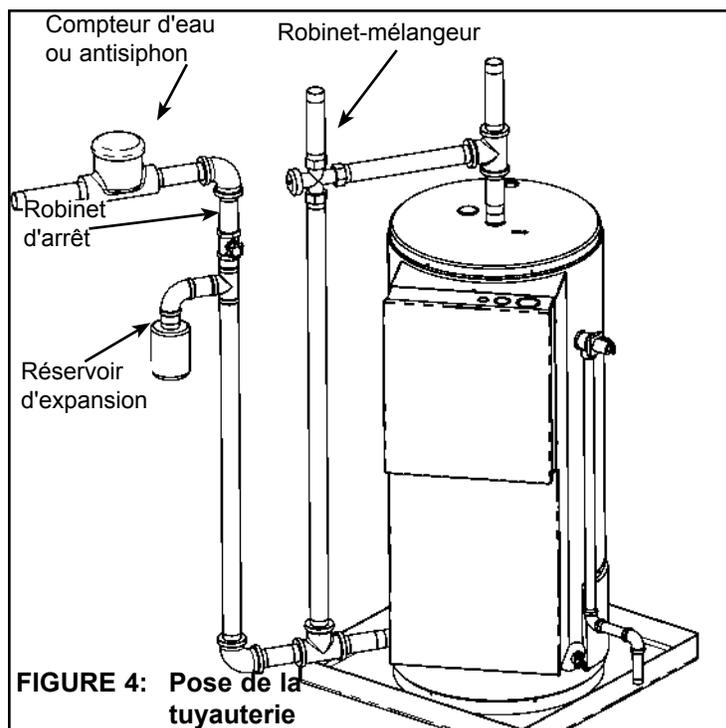

FIGURE 4: Pose de la tuyauterie
Les tuyaux, les raccords et la robinetterie devraient être installés en conformité avec le schéma d'installation (voir figure 4). Si l'emplacement intérieur choisi est sujet au gel, la tuyauterie d'alimentation et d'évacuation devra être isolée. La pression d'alimentation en eau ne devrait pas dépasser 80% de la pression de service du chauffe-eau. La pression de service est indiquée sur la plaque signalétique du chauffe-eau. Si la pression
1. Les tuyaux, les raccords et la robinetterie devraient être installés en conformité avec le schéma d'installation (voir figure 4). Raccordez le tuyau d'alimentation en eau froide (1-1/2 po. NPT) au mamelon "Cold Water Inlet". Raccordez le tuyau d'alimentation en eau chaude (1-1/2 po. NPT) au mamelon "Hot Water Outlet".
3. Le fabricant de ce chauffe-eau suggère la pose d'un robinet-mélangeur sur le tuyau d'alimentation en eau chaude, tel qu'illustré à la figure 4. Ce type de robinet, placé à portée de main près du chauffe-eau, abaisse la température de l'eau chaude dans tout le réseau d'alimentation en mélangeant de l'eau froide avec de l'eau chaude provenant du chauffe-eau. Appelez un plombier licencié ou l'autorité compétente locale en matière de plomberie.